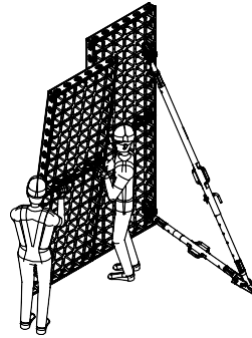

Fig. B1.05
5. Поставете втората двойка елементи до тях. (Fig. B1.05)